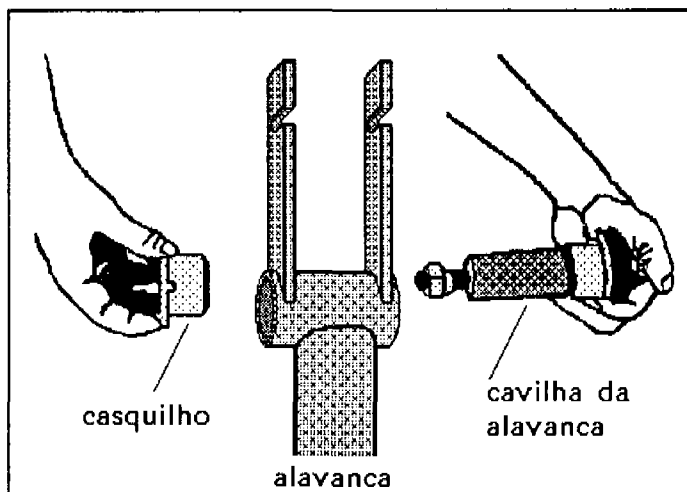

Figura 14
33. Coloque a cavilha e os casquilhos na alavanca. Veja figura 14.